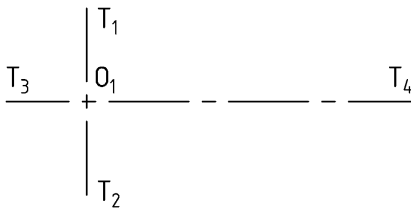

Рис. 81. Отрезки T_1T_2 и T_3T_4
1. Через произвольную точку O_1 на поле чертежа, используя команду *Line* (Отрезок), рисуются два отрезка T_1T_2 и T_3T_4 (рис. 81).